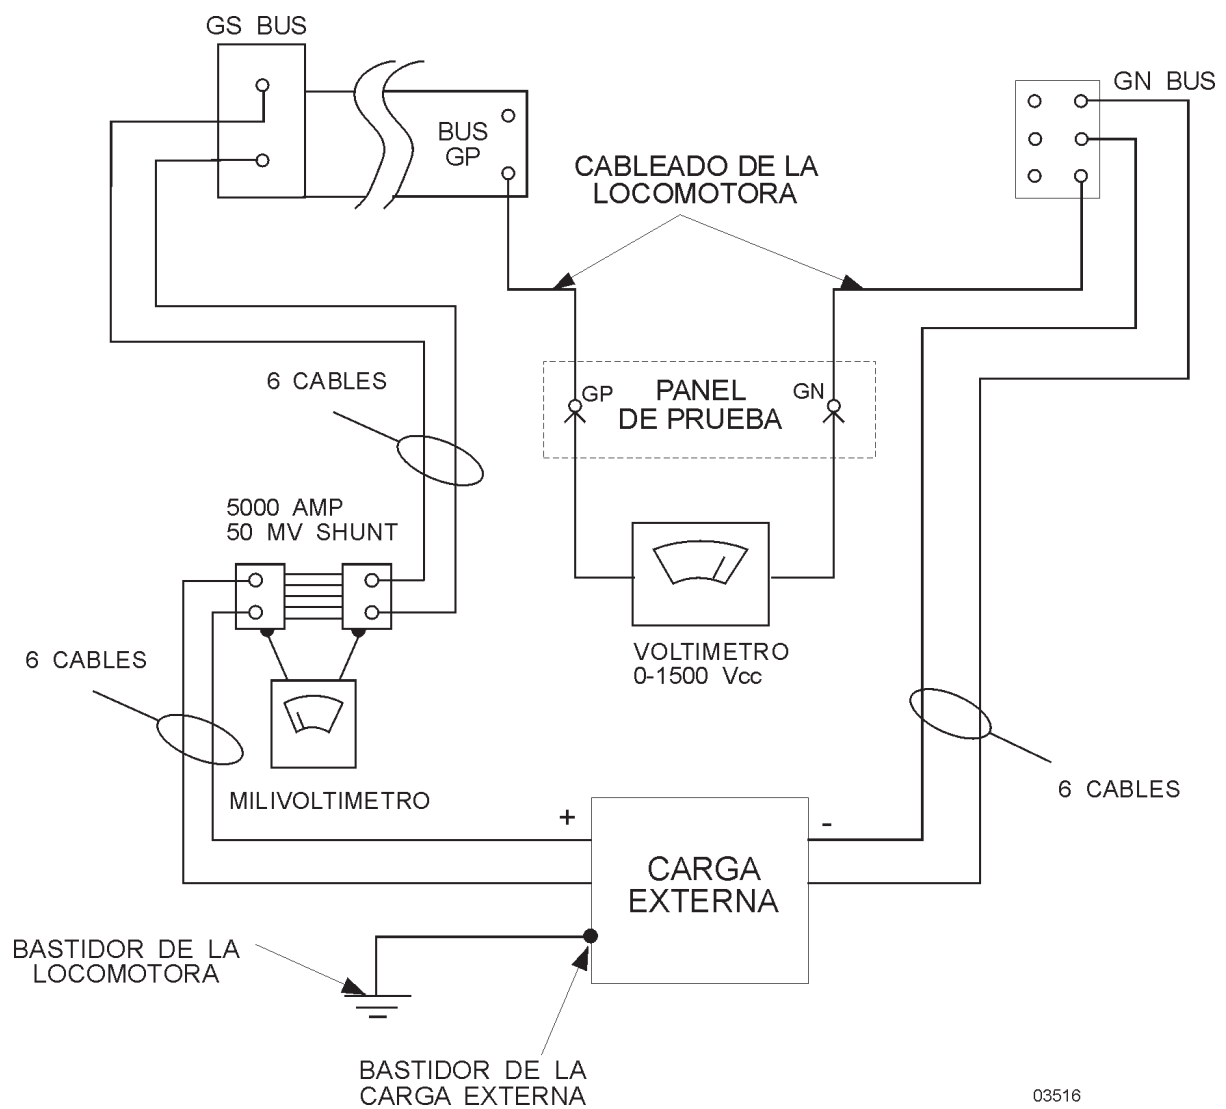

Figura 15-10. Conexiones a una resistencia externa para la prueba de carga
4. Usando cables de la medida y tipo recomendado en el apartado "DATOS DE SERVICIO" (al final de esta sección), o cables equivalentes, conectar la carga externa a la salida del generador principal, según la disposición de la figura 15-10.
6. Si la precisión de las medidas dadas por el display del EM2000 están en cuestión, proceder según la disposición de la figura 15-10 a: